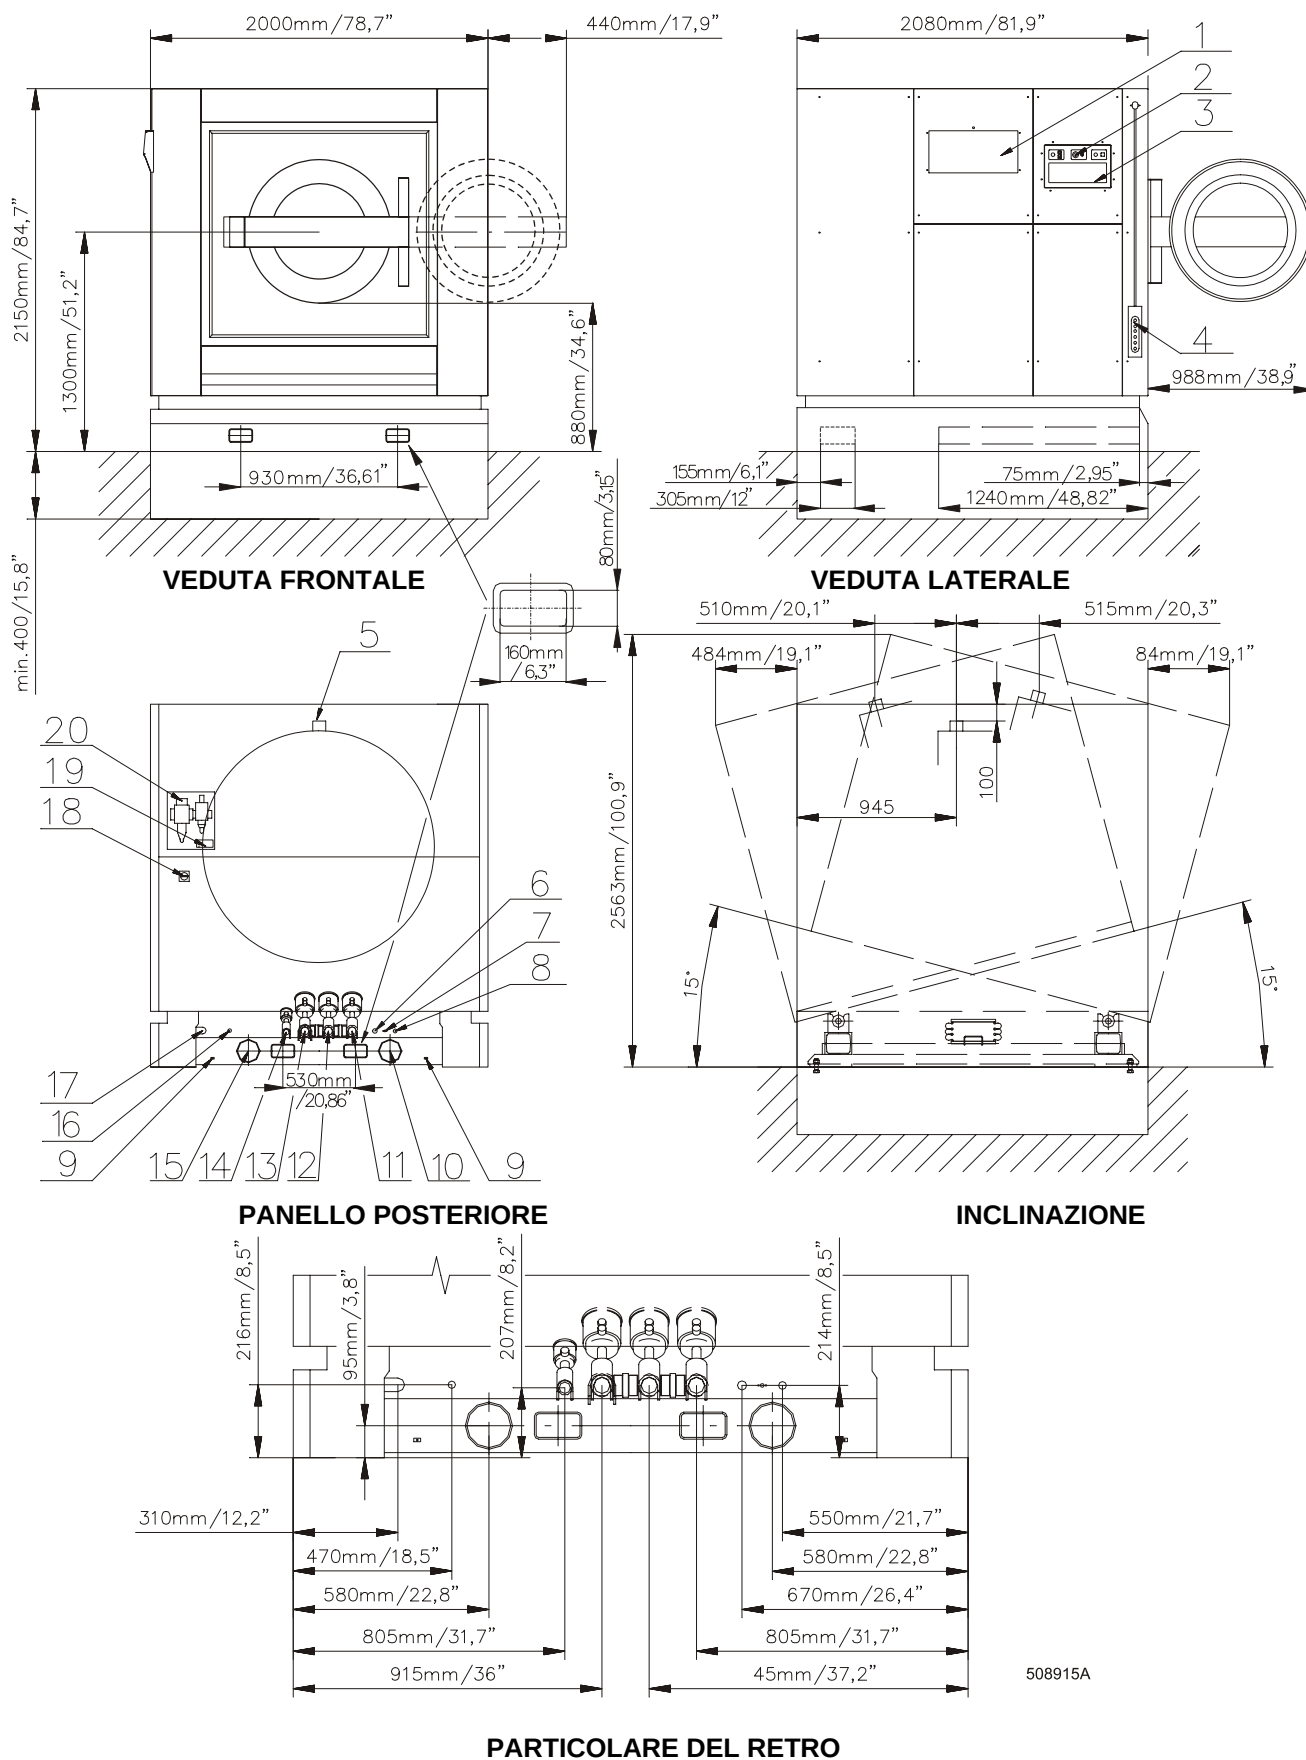

Fig. 3.2.
- Struttura elettrica della macchina: trifase, 380 – 440V (consultare la targhetta, fig. 3.2., numero 19).
Quasi tutte le macchine hanno 2 o 3 ingressi dell'acqua. Uno è sempre contrassegnato con "acqua dolce". Se sono presenti altri ingressi, saranno contrassegnati con "acqua calda" o "acqua dura". Per le dimensioni per l'allacciamento, vedi fig. 3.2. Utilizzare sempre il flessibile a corredo della macchina; se assente, rivolgersi al fornitore. Ad ogni modo, mai servirsi di una connessione rigida.
Installare il filtro, fornito con la macchina, nel cassetto sulla tubatura di erogazione (fig. 3.2., numero 6).
COLLEGARE SEMPRE L'EROGAZIONE DI ACQUA PER SCIACQUARE IL CASSETTO DETERSIVI DIRETTAMENTE AL PERTINENTE INGRESSO DELL'ACQUA, CON FILETTATURA ESTERNA G 3/4. VEDI FIG. 3.2. NUMERO 6.